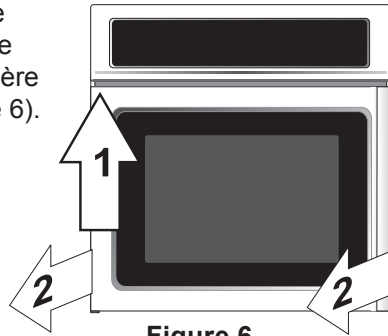

Figure 6
- 6.1.2. Soulevez la porte afin de dégager le pivot de la charnière inférieure (Figure 6).
- 4** Insérez le four dans l'armoire. Glissez-le en laissant  $1\frac{1}{2}$ " (3,8 cm) d'espace entre le four et l'armoire (voir Figure 6). Tirez le câble d'alimentation et passez-le par le trou dans l'armoire pour le diriger vers la boîte de connexion en finissant d'encaster le four à l'armoire.